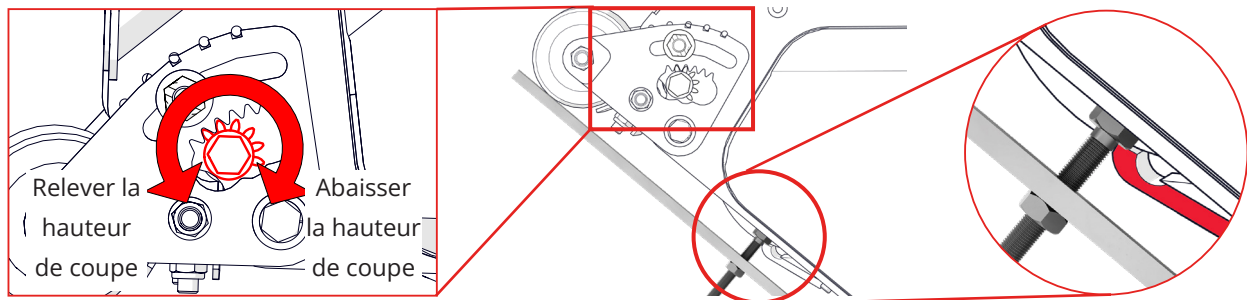

Fig.12F - Tourner la roue dentée en plaçant la barre de réglage. Arrêter quand la tête du boulon se trouve au niveau de la contre-lame.
7. Tournez la roue dentée pour relever ou abaisser le rouleau avant. Lorsque vous procédez à cette opération, placez à nouveau la barre de réglage entre le rouleau avant et le rouleau arrière. Vous pouvez cesser le réglage lorsque la tête du boulon repose au niveau du rebord de la contre-lame (Fig.12F). Serrez légèrement l'écrou de serrage supérieur.